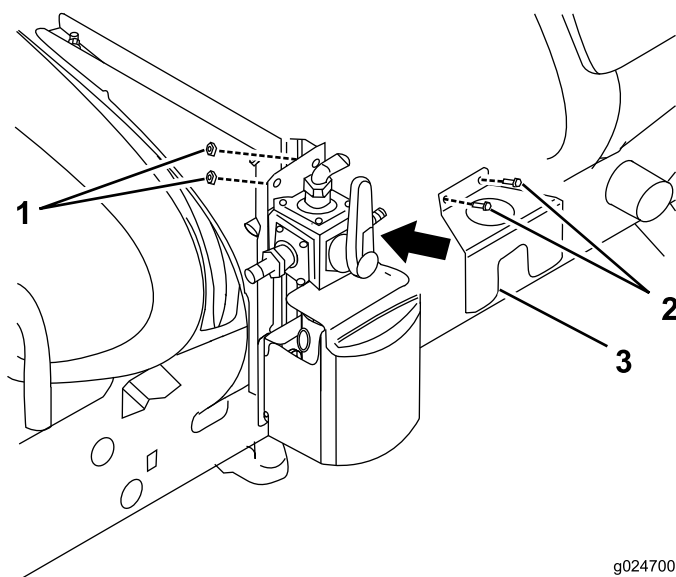

Figure 17
4. Montez le support frontal sur le support de vanne au moyen de 2 boulons à embase et 2 écrous à embase (Figure 17).